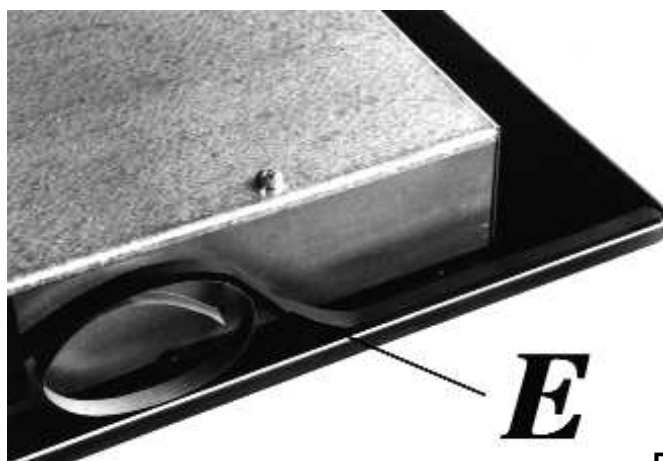

РИС. 9: Все модели
- Переверните варочную поверхность и правильно расположите уплотнитель "Е" (рис. 9) под краем варочной поверхности так, чтобы наружная сторона уплотнителя точно совпала с наружным краем стекла. Концы полос должны прилегать друг к другу без перехлёста.
- Переверните рабочую поверхность, Правильно расположите прокладку "Е" (рис. 9) под краями рабочей поверхности таким образом, чтобы внешняя сторона прокладки точно совпадала с внешним краем рабочей поверхности. Края полосок должны совпадать, не выступая друг над другом.